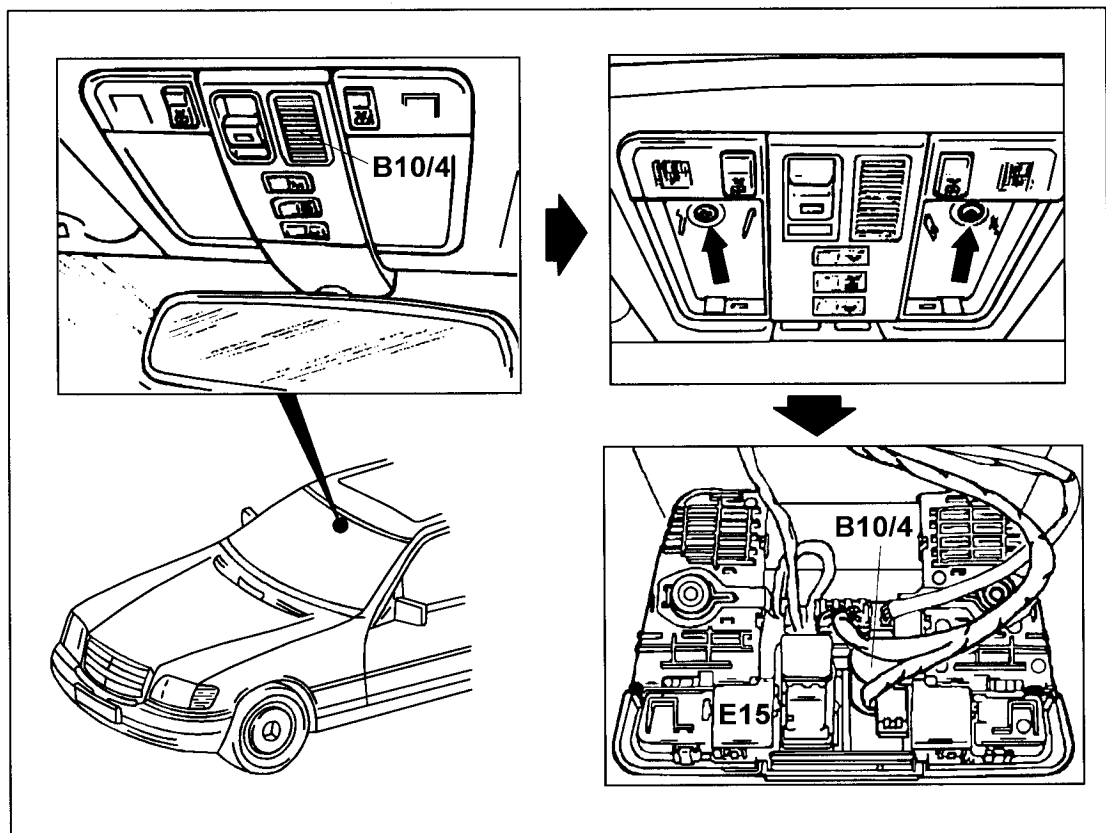

图 9-5-4 拆装车内温度传感器(B10/4)
(三)拆装(见图 9-5-4)
2. 拧下 2 个螺钉(见图 9-5-4 中箭头所示处)。